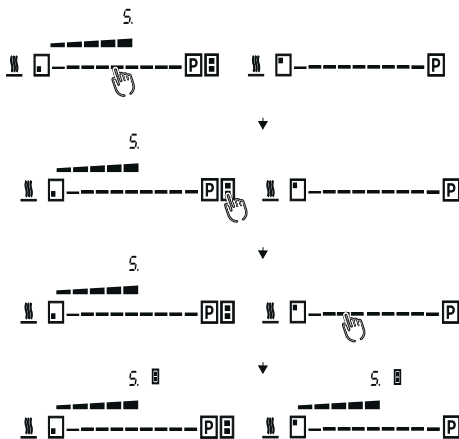

Abb. 66
Um die Brückenfunktion zu aktivieren, drücken Sie die Sensortaste Brückenfunktion (S) auf dem Bedienfeld (Kochfelder 1 oder 4). Das Brückensymbol wird auf der Anzeige der entsprechenden Kochfeldern angezeigt, auf denen Sie die Brückenfunktion ausgewählt haben (Abb. 66).